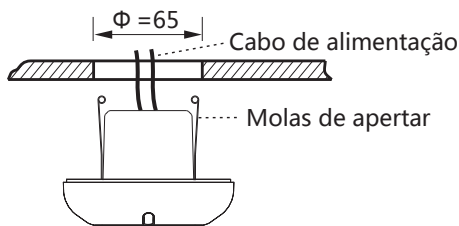

FIG.14
- Feche as duas molas de apertar do detetor e insira o detetor no orifício no teto (consulte a FIG. 14).